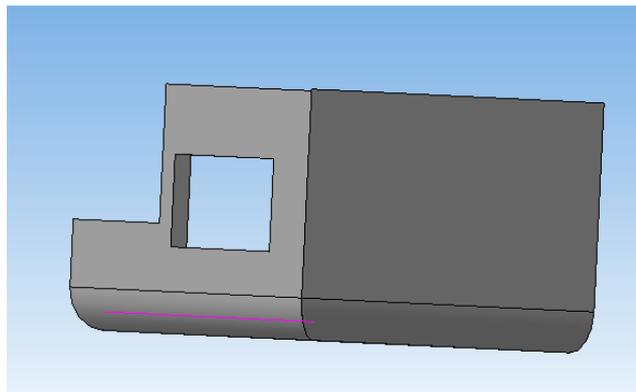

Рисунок 74.
3. Нажать «Создать объект», система выполнит плотное замыкание угла по всей длине (рисунок 74) .